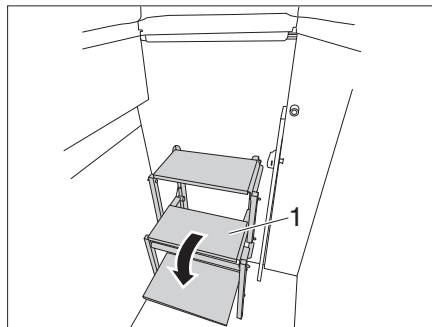

Bild 58 Fälla ut stegen
- Fäll ut stegen (Bild 58,1).
- Fäll in stegen (Bild 58,1).